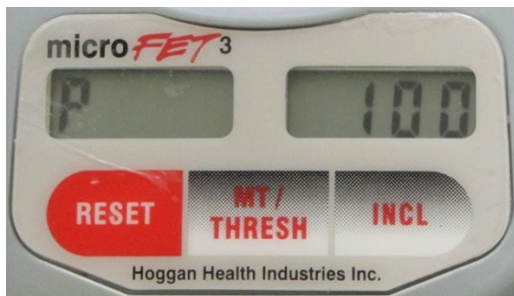

Figura 12. Pantalla de comprobación de alimentación
- El dispositivo mostrará “P” para la alimentación en la pantalla de visualización izquierda y un número del 1 al 100 en la pantalla de visualización derecha. El número que aparece en la pantalla derecha indica el porcentaje de carga de la batería (consulte la Figura 12).